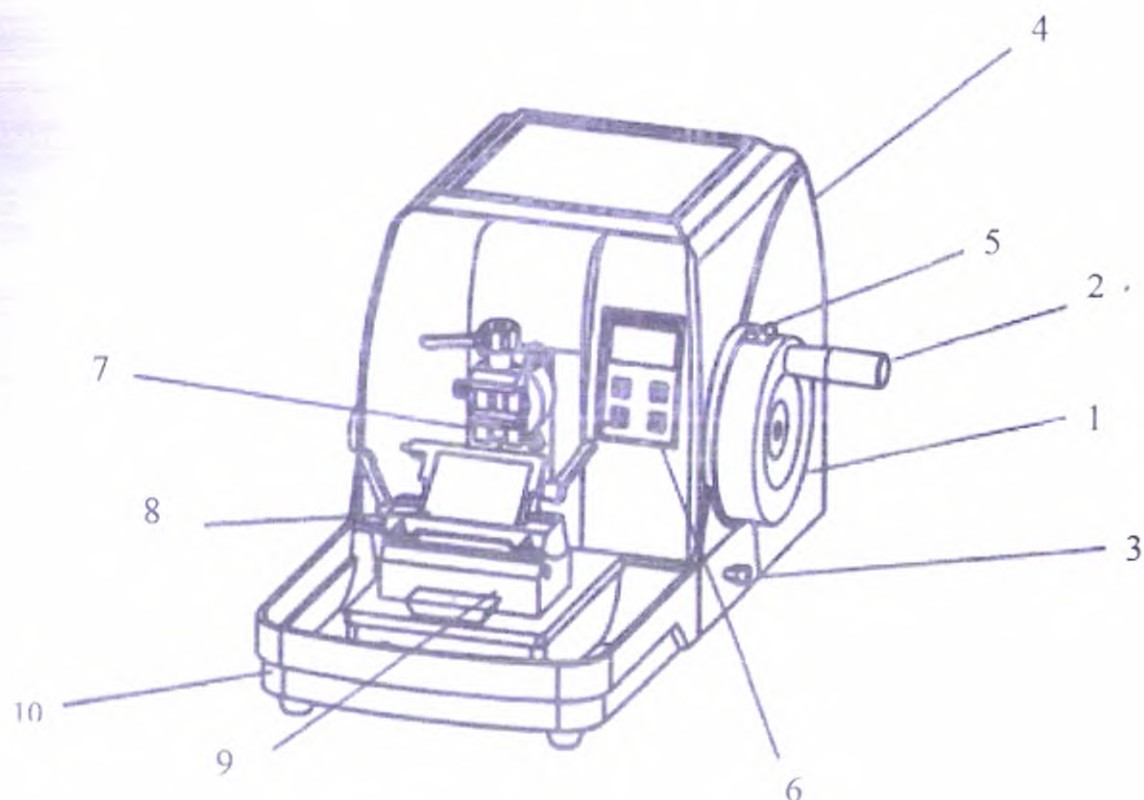

Рисунок 2. Схема микротомы модели KD-3390
| Рисунок 2, (1)  | Ручной маховичок                                   |
| Рисунок 2, (2)  | Рукоятка ручного маховичка                         |
| Рисунок 2, (3)  | Стопорный рычаг для ручного маховичка              |
| Рисунок 2, (4)  | Корпус микротомы                                   |
| Рисунок 2, (5)  | Фиксатор для ручного маховичка в верхнем положении |
| Рисунок 2, (6)  | Панель управления (светодиодный экран)             |
| Рисунок 2, (7)  | Зажим образцов                                     |
| Рисунок 2, (8)  | Держатель лезвий / Держатель ножа                  |
| Рисунок 2, (9)  | Основание для установки держателя лезвий/ножа      |
| Рисунок 2, (10) | Поддон для отработанных образцов                   |